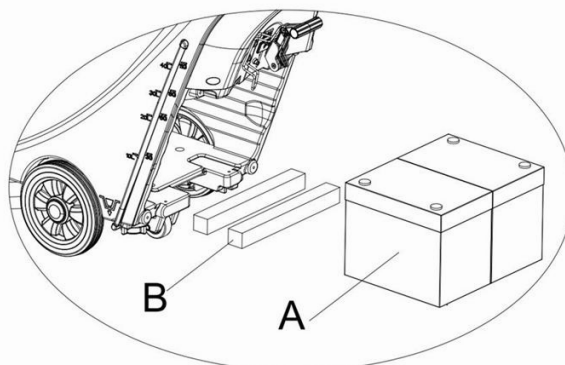

Рисунок 6
- Для батарей с длиной менее 270 мм, используйте 2 части фиксирующей платы (**В**, **рисунок 6**) и разместите их рядом друг с другом внутри батареи водного бака;
- Для батарей с длиной между 310мм-270мм, используйте 1 часть фиксирующей платы (**В**, **рисунок 6**) и поместите ее в батарею водного бака;